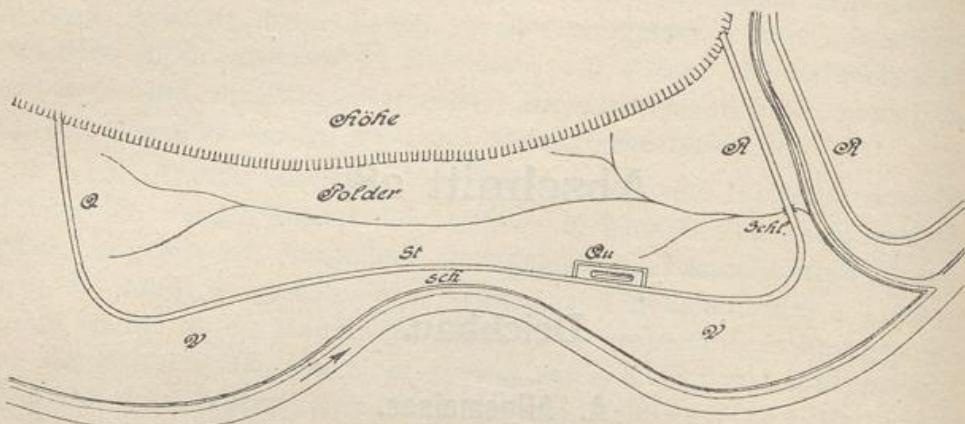
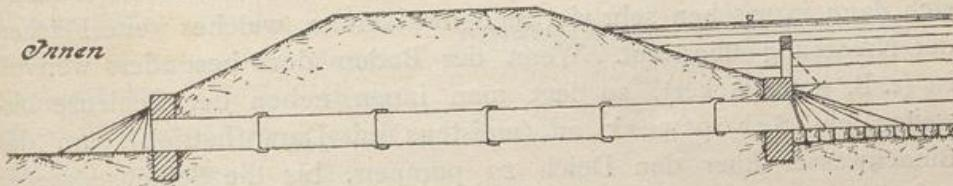

Abb. 580.
Abb. 586.
b) Nach der Lage der Stromrichtung unterscheidet man (Abb. 580):
— ohne Vorland — herantritt. Man sagt auch: ein solcher Deich liegt schar¹⁾ (bei *sch*, Abb. 580).
Quelldiech ist ein niedriger Binnendeich, der um eine quellige Vertiefung des Polders angelegt ist (*Qu* in Abb. 580). Die von ihm eingeschlossene Fläche nennt man einen Quellpolder.
4. Druckwasser. Quelldeiche. Erhebt sich das Außenwasser bedeutend über der eingedeichten Niederung, so kommen im Binnenlande, besonders in Vertiefungen nahe dem Deiche, vielfach Quellungen vor. Das Außenwasser wird nämlich durch den Untergrund in dem Polder emporgedrückt, zumal wenn der Grund sandig ist. Das aufquellende Wasser nennt man Druckwasser, auch Qualm-, Quell- oder Kuwerwasser. Das Druckwasser steigt dann noch bedeutend nach, wenn das Außenwasser schon zu fallen anfängt. Das Druckwasser füllt oft weite Flächen, manchmal den Boden des ganzen Polders an; es ist dem Pflanzenwuchs sehr schädlich und kann die ganze Ernte vernichten. Man kann es einschränken, wenn man um die einzelnen quilligen Stellen Quelldeiche anlegt (Qu Abb. 580). Diese brauchen nur eine geringe Höhe über dem Binnengelände zu haben, etwa 0,5 bis 1,5 m. Das Druckwasser steigt dann im Quellpolder auf, bis sein Gegendruck genügt, um dem Aufquellen das Gleichgewicht zu halten. Läuft aber doch etwas Wasser über den Quelldeich, so kann es in Gräben im Binnenlande unschädlich abgeleitet werden.
6. Binnenentwässerung. Deichschleusen. Die Wasserleitung aus dem Binnenlande nach dem Flusse darf durch die Deiche nicht behindert werden. Die Durchlässe, welche im Deiche angelegt werden, nennt man Deichschleusen oder Siele (*Schl* in Abb. 580). Sie liegen in der Regel im Zuge von Entwässerungsgräben. Für gewöhnlich stehen die Schleusen offen, bei Hochwasser müssen sie aber geschlossen werden. Je nach der Menge des abzuführenden Binnenwassers werden die Schleusen verschieden weit gebaut. Man unterscheidet den mittleren Teil der Schleuse, das Außen- und das Binnenhaupt. Am einfachsten sind Rohrdurchlässe von eisernen oder Zementbetonrohren, außen aber immer mit eisernem Kopfstück. An diesem sitzt eine eiserne Klappe (Abb. 586), welche oben ein Scharnier hat. Für gewöhnlich ist die Klappe aufgezogen und vermittels einer kurzen Kette angehakt (punktiert). Bei drohendem Hochwasser wird die Klappe herabgelassen und durch den Druck des Außenwassers angepreßt, so daß sie dicht schließt. Zum besseren Schluß ist die
Anschlagfläche der Rohrmündung schräg nach außen geneigt (durch einen Gummiring um diese wird die Dichtung bisweilen noch befördert). Zum besseren Anschluß an die äußere Deichböschung erhält die Rohrschleuse meistens ein gemauertes Außenhaupt, welches das Durchquellen längs dem Rohrkörper verhindert, oft außerdem auch ein gemauertes Binnenhaupt (Abb. 586). Bei größeren Binnenwassermengen
Das Binnenwasser eines Polders wird in Gräben abgeleitet (Abb. 580). Der Hauptgraben wird durch die Deichschleuse nach außen geführt. In den Hauptgraben münden die Nebengräben. Bei einer Hochwasseranschwellung dauert es oft sehr lange, bis das Außenwasser so weit fällt, daß die Schleuse sich wieder öffnet. Es sammelt sich dann inzwischen sehr viel Binnenwasser an, welches weite Flächen der Niederung überstaut. Wenn der Boden dort besonders wertvoll ist (z. B. guter Acker), so legt man innen neben der Schleuse bisweilen ein Schöpfwerk an (meistens mit Dampfbetrieb), um das Binnenwasser über den Deich zu pumpen, bis die Schleuse wieder aufgeht.